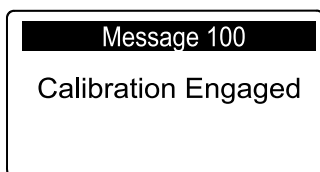

Figura 68
**Nota:** Se muestra el mensaje CALIBRATION ENGAGED (Calibración engranada) (Figura 68) y se baja lentamente el cabezal de perforación.